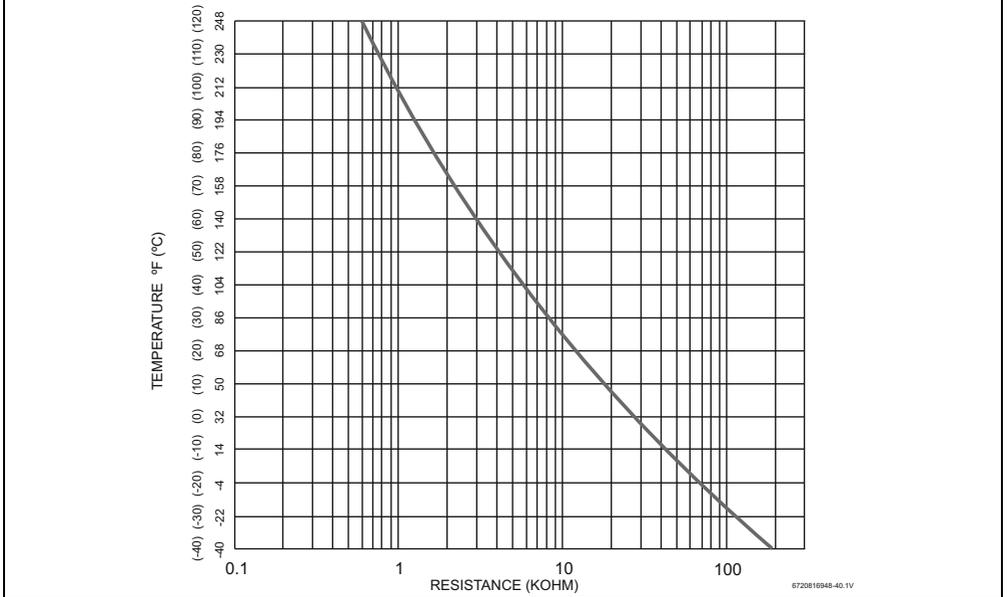

Fig. 54 Caractéristiques d'entrée / de sortie et du capteur d'immersion de l'échangeur thermique
- 2) Voir les graphiques de résistance thermique sur les fig. 54 et 55.